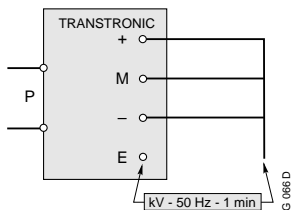

fig. 7
- **S/screen** (**kV r.m.s. - 50 Hz - 1 min**) - fig. 7